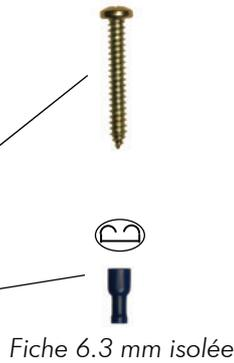

Fig. 24
- Placer des fiches plates de 6.3 mm isolées sur les conducteurs du côté batteries (Fig. 24). Utiliser une pince prévue à cet effet. Enfoncer les fiches correctement sur les cosses des batteries.